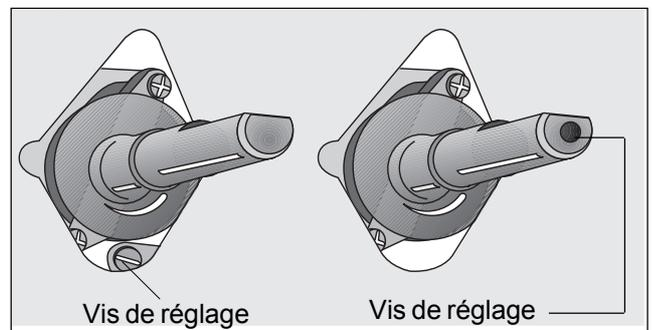

Fig. 20
4. La vis de réglage du débit réduit de chaque brûleur est située sur le corps du robinet (**Fig. 20**).